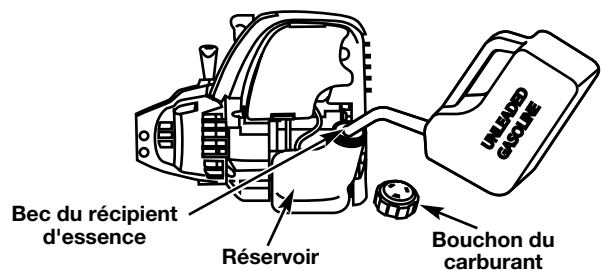

Fig. 18
4. Versez tout le contenu de la bouteille d'huile dans le carter-moteur (Fig. 18).
1. Déposez le bouchon à essence (Fig. 18).
2. Placez le bec du récipient d'essence dans l'orifice du réservoir (Fig. 18) et remplissez celui-ci.